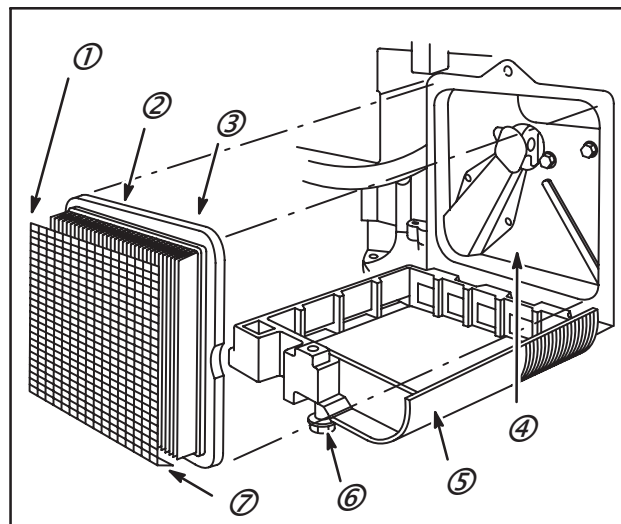
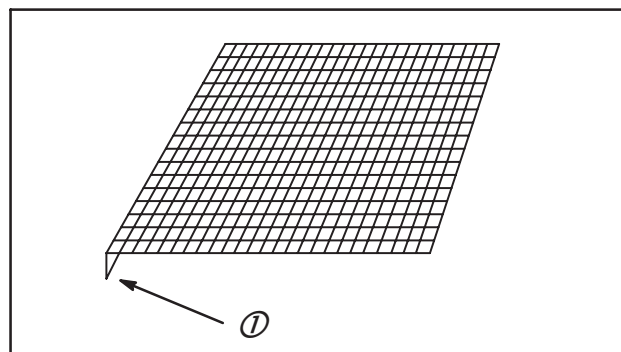

Fig. 7
Fig. 7A
Se référer aux Fig. 7 à 16 pour déterminer le type de filtre à air et la procédure d'entretien à suivre.
TYPE DE CARTOUCHE (Fig. 7)
1. Retirer l'écrou papillon ou desserrer la vis (6). Enlever le couvercle (5).
2. Déposer avec précaution la cartouche (3) pour empêcher les impuretés de pénétrer dans le carburateur.
4. Nettoyer ou remplacer la cartouche (3) de la manière décrite à la page 10.
5. Si elle est équipée d'un pré-filtre (1), Fig. 7A, faire glisser et retirer la cartouche puis la nettoyer de la manière décrite à la page 10. Noter la position de l'arête du pré-filtre (7), Fig. 7.
6. Assembler de sorte que l'arête du pré-filtre (2) soit en contact avec l'embase (4) dans le sens indiqué sur la Fig. 7.